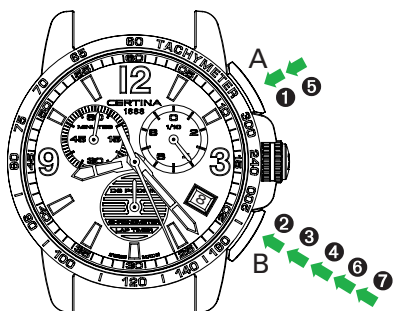

Fig. 2
**Lectura del tiempo 2 (según la fig. 2)**